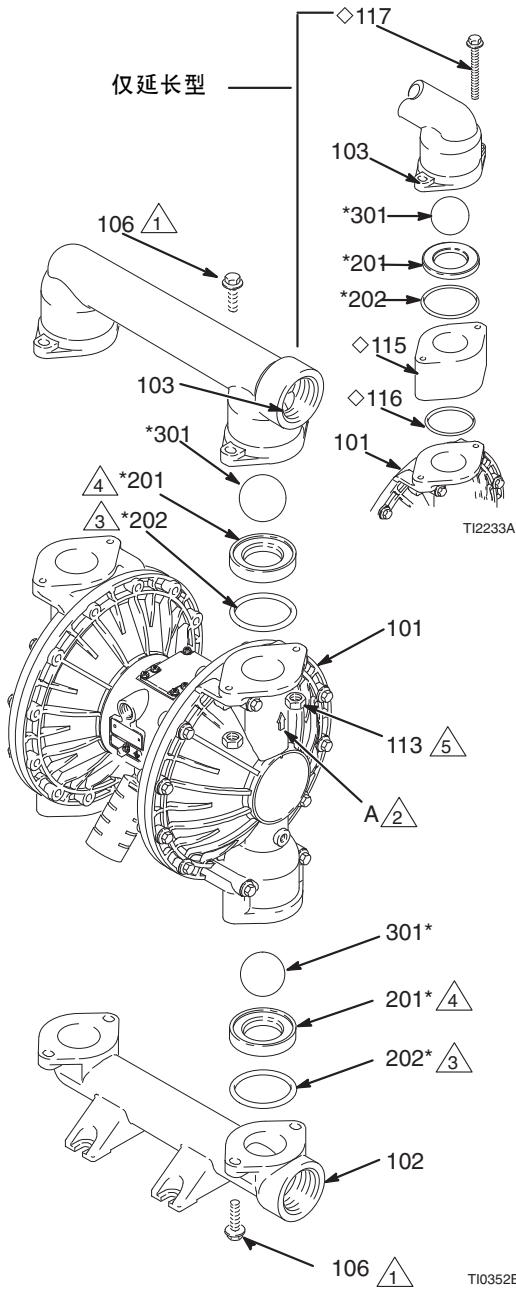

图 10
3. 用 10 毫米的套筒扳手，把用于将出口歧管 (103) 固定在流体封盖 (101) 上的四个螺栓 (106) 卸下。参见图 10。
4. 将阀座 (201)、阀球 (301) 和 O 形圈 (202) 从歧管上卸下。
2. 按照图 10 中的所有注释，以相反的顺序重新组装。确保完全按照图示组装球止回阀。流体盖 (101) 上的箭头 (A) 必须必须指向出口歧管 (103)。
- 2 箭头 (A) 必须指向出口歧管 (103)。
- 4 斜配合面必须朝向阀球 (301)。